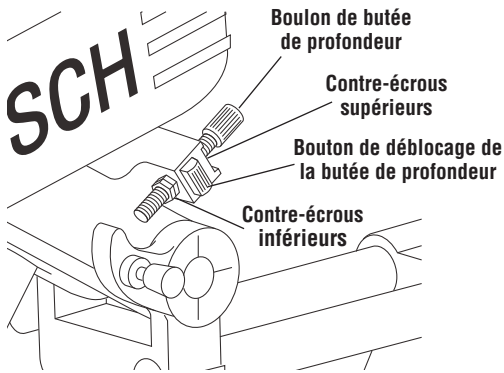

Figure 36. Coupe de rainures
1. Pour faire des réglages importants, enfoncez le bouton de déblocage de la butée de profondeur et faites coulisser le boulon de butée de profondeur pour le mettre à la position désirée (Figure 36).